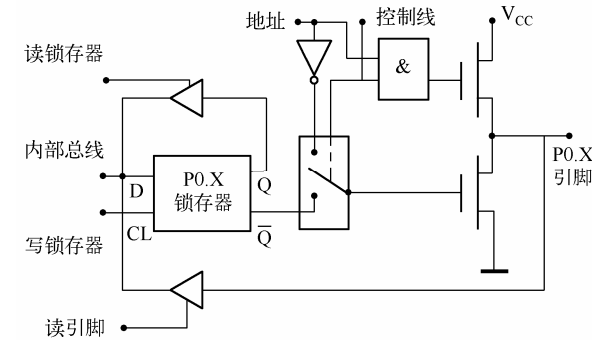
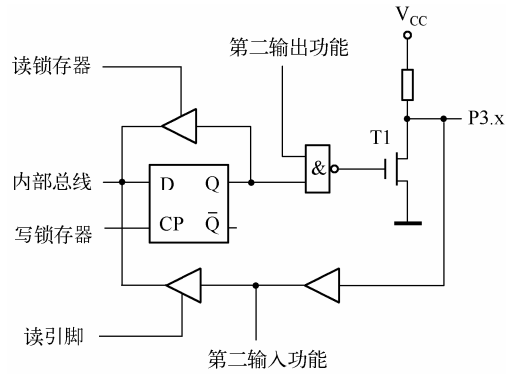

图 1.7 单片机 P0 口结构（一位引脚）
图 1.10 单片机 P3 口结构
(1) I/O 端口的内部结构及其特点。每个端口都是双向的 I/O 口，端口的每一位都有一个锁存器(特殊功能寄存器 P0~P3 的确切含意是指每一位中的锁存器)、一个输出驱动器(场效应三极管)和一个输入数据缓冲器。其中，位锁存器为 D 触发器，在 CPU 控制下，可对端口 P0~P3 进行读/写操作或对引脚进行读操作。8051 的 P0~P3 端口每位内部结构如图 1.7~图 1.10 所示。